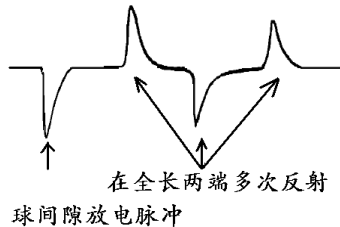

图 4-3-5 故障点未击穿时的典型波形
- (1) 直闪法和冲闪法的区别在于冲闪波形往往有球间隙放电形成的脉冲,而且从球间隙放电到故障点击穿有一定延时;
- (2) 由于杂散电感的影响,往往在反射脉冲波头有向上凸起,应注意将虚光标定位于向上凸起的起始点;
- (3) 利用比例放大功能精确定标;
- (4) 反射波头的凸起起始点有时不易精确定位,往往造成测距值略大于实际故障距离;
- (5) 故障点必须击穿才能正确测距,判断故障点是否击穿的方法:
- ①. 故障点击穿时,球间隙放电声清脆响亮,火花较大。而未击穿时,一般球间隙放电声嘶哑,不清脆,而且火花较弱。
- ②. 电缆故障点击穿时,电压表指针摆动范围较大。而未击穿时,电压表摆动较小,
- ③. 根据仪器记录波形判断。图 4-3-5 为电缆未击穿时的典型波形。